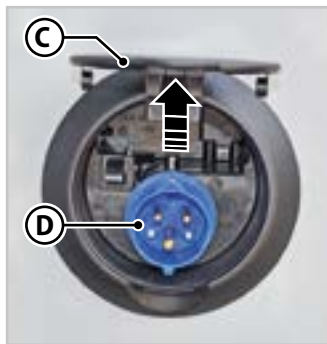

Fig.6.29 - Stikkontakt for 220 V-strømforsyning
2. Løft dekelet (**C** - Fig.6.29) til stikkontakten (**D** - Fig.6.29) som er plassert på siden av kjøretøyet.
3. Koble en eksterne kabel med egnet tverrsnitt og godkjent type til stikkontakten (**D** - Fig.6.29).